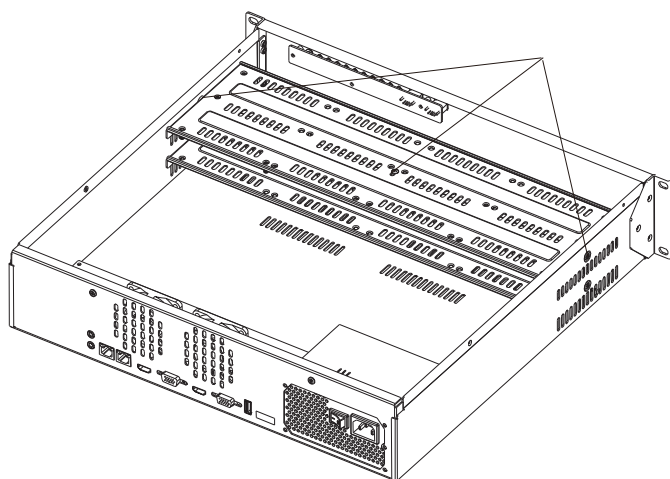
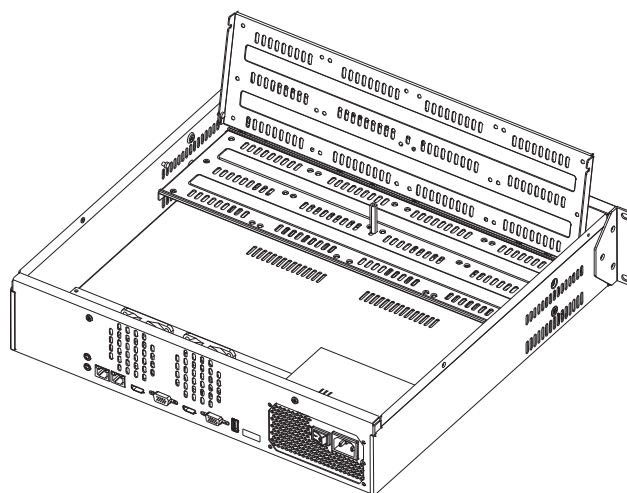

Рисунок 5
Рисунок 6
1) Открутите винты крепления крышки видеорегистратора на задней части корпуса, затем снимите верхнюю крышку. Снимите кронштейн для крепления HDD, открутив винты в трёх местах (рисунок 5) и поднимите верхний кронштейн (рисунок 6).